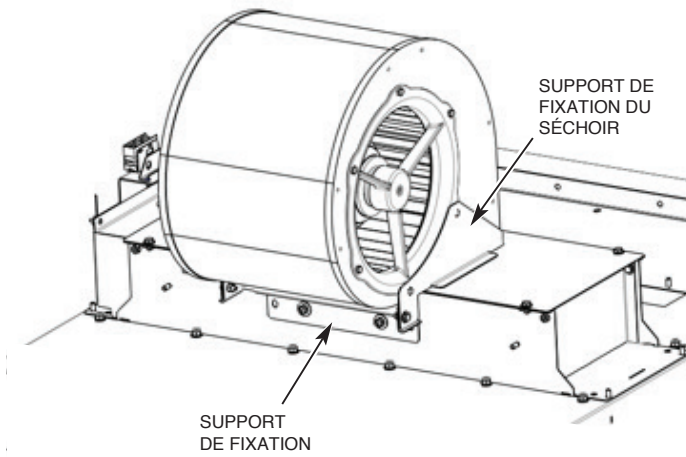

Fig. 26
3. Descendez le côté arrière de l'ensemble du séchoir pour que les trous des supports de fixation s'alignent avec les trous des supports de fixation de la monture du fil chauffant. (Fig. 26).
4. Installez les vis à tête hexagonale à calotte $\frac{1}{4}$ -20 avec leurs rondelles et rondelles-frein tel qu'illustré à la figure 26 et serrez.